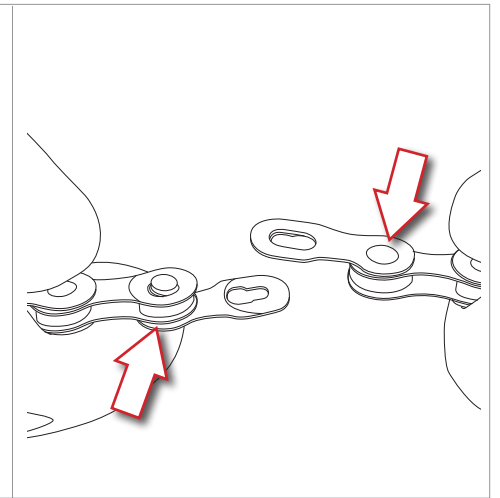

Fig.5
- Introduzca cada pasador del C-Link™ en los dos orificios libres de los es labones internos de la cadena (Fig. 5).